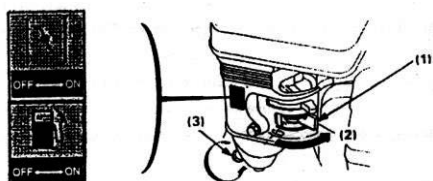

Fig. 9 (1) Supapa de combustibil
- 1) Rotiți supapa de combustibil în poziția ON, verificați dacă este strânsă. (Fig. 9)